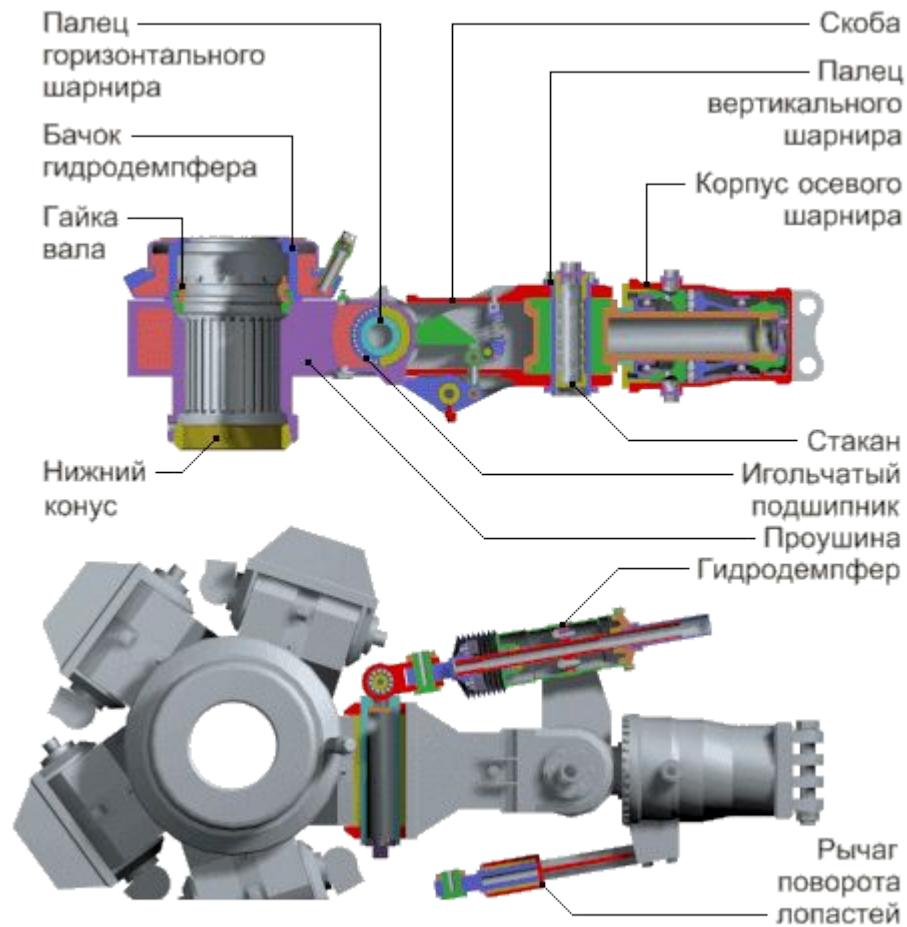

Рис. 4
- Основными деталями втулки несущего винта являются (рис. 4):